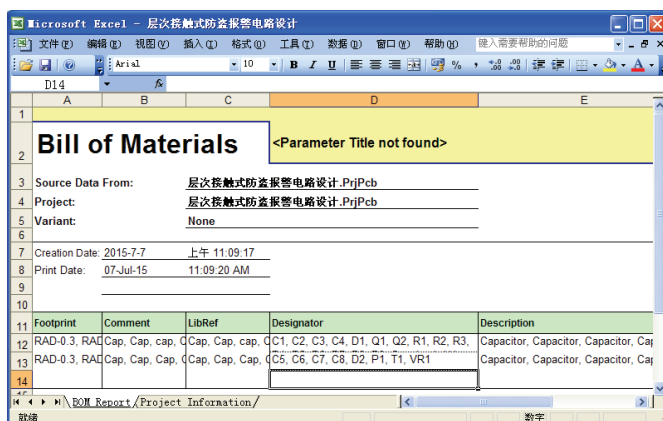

图 8-24 接触式防盗报警电路 Excel 形式报表
(2) 高亮选中“Component Default Template.XLT”文件,单击 按钮,按要求存入文件夹,打开后如图8-24所示。